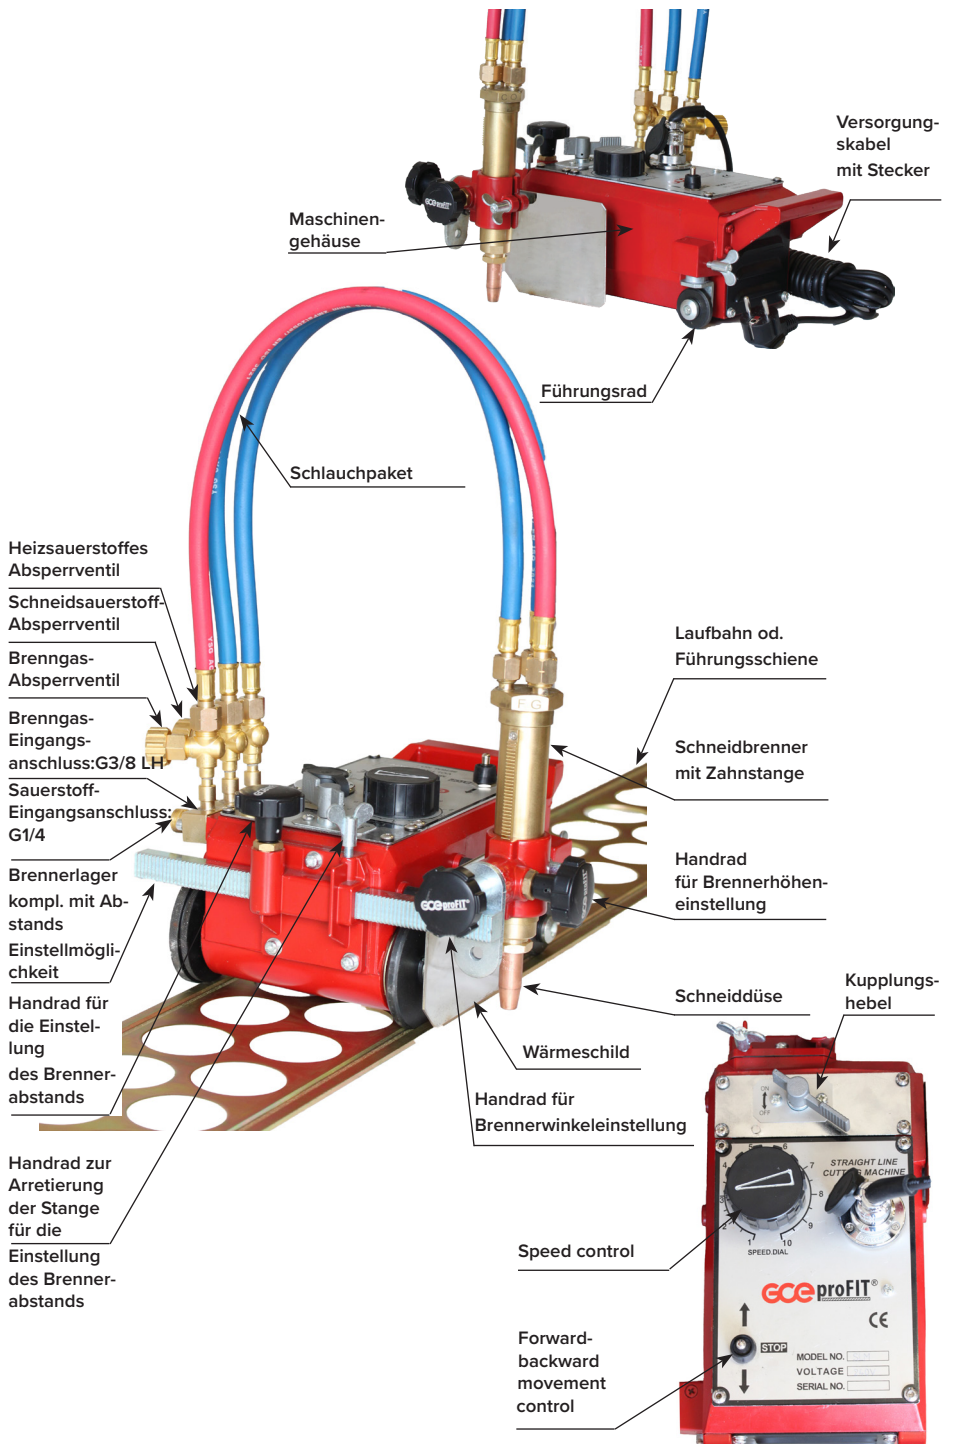

Bild 3: Maschinenbeschreibung
so, wie in der Bild 3 bis 5 dargestellt, in Übereinstimmung mit der gewünschten Schneidform.
4.5.5. Gleichzeitig damit öffnen Sie vollständig das Schneidsauerstoffventil und beginnen Sie, die Maschine durch die Umschaltung des Bewegungsregelungsschalters in gewünschter Richtung zu bewegen, wie im Bild 3 dargestellt.